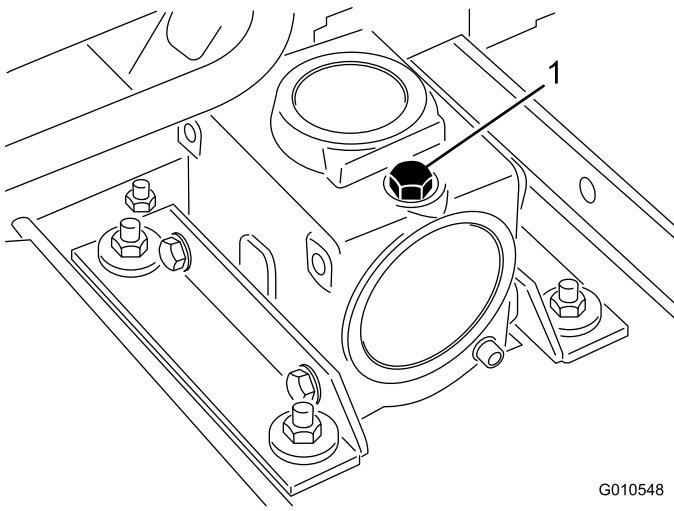

Bild 24
2. Stellen Sie die Zugmaschine und das Mähwerk auf eine ebene Fläche und senken Sie die Mähwerke ab. Nehmen Sie den Ölpeilstab bzw. die Ablassschraube oben am Getriebe ab (Bild 24) und stellen Sie sicher, dass der Schmiermittelstand zwischen den Marken am Peilstab liegt. Wenn der Schmiermittelstand niedrig ist, füllen Sie SAE 80-90wt. Schmiermittel ein, bis der Stand zwischen den Marken liegt. Das Getriebe fasst 283 ml